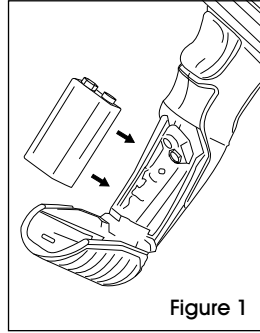

Figure 1
2. Raccordez une pile 9 V au bloc de branchement. Insérez la pile dans le compartiment. (Voir Figure 1)